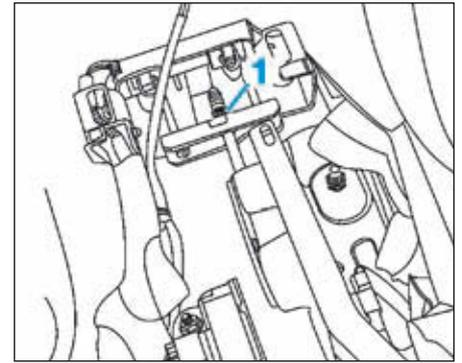

FIG.23
- Tendre progressivement les câbles au niveau de l'écrou de réglage (1) pour mettre en contact les câbles avec les leviers d'étrier, sans les déplacer (Fig.23).